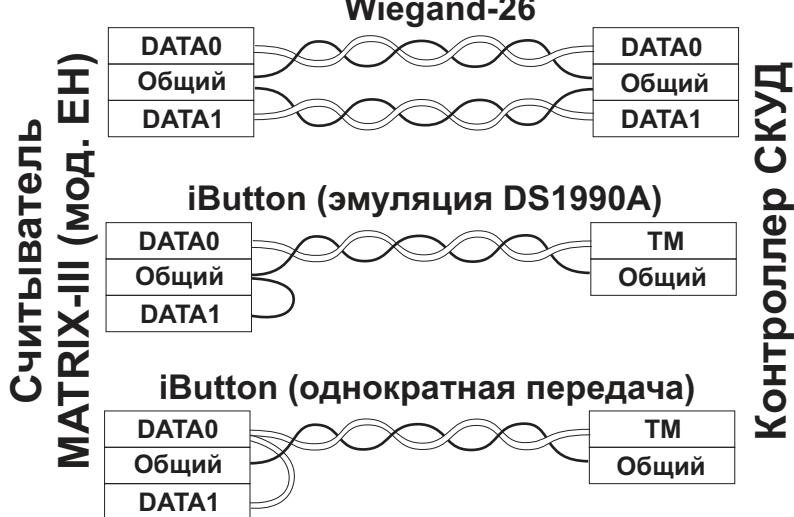

Рис.1 Выбор протокола передачи.
- при подключении по Wiegand-26 первая витая пара подключается между GND и DATA0, а вторая витая пара подключается между GND и DATA1 (см.рис.1).